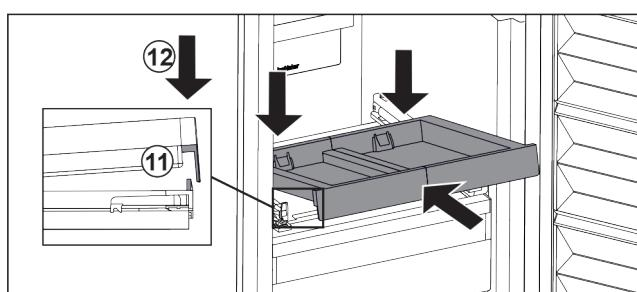

Fig. 108
- Вставити навколо. Звертайте увагу, щоб з обох боків упор був за накладкою. Fig. 108 (11)
- Витяжну панель опустити спереду. Fig. 108 (12)